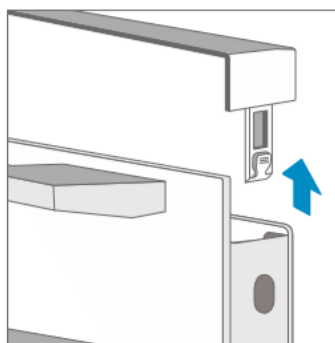

Abbildung 2: Abnehmen der Abdeckung
2. Entfernen Sie die Abdeckung (Abbildung 2);